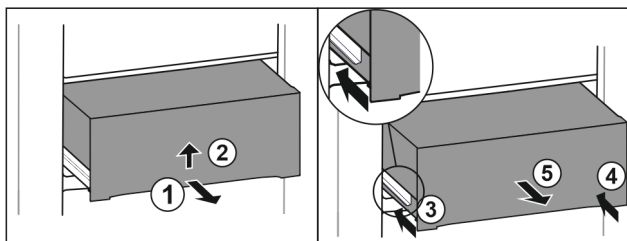

Fig. 35
- ▶ Вытяните выдвижной ящик наполовину. Fig. 35 (1)
- ▶ Поднимите выдвижной ящик за нижнюю часть. Fig. 35 (2)
- ▶ Вставьте левую направляющую. Fig. 35 (3)
- ▶ Вставьте правую направляющую. Fig. 35 (4)
- ▶ Извлеките выдвижной ящик движением вперед. Fig. 35 (5)